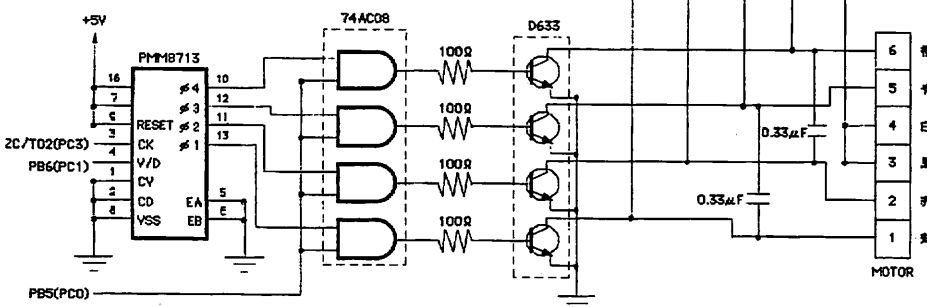
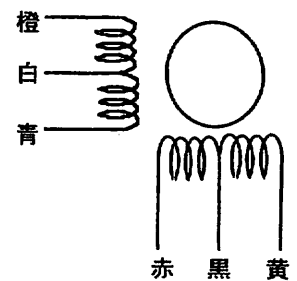

図1.ドライブ回路
図2.結線図
コントロール部の CPU には、AKI-80 (秋月電子) を使用した。この AKI-80 は、Z80 ファミリデバイスの CTC,PIO,SIO 等を装備しているのでロボットの制御に適している。また、コントロール部にプログラム通信を容易にするために、直接ステレオピンジャックと MAX 232C を搭載した。電源部は、三端子レギュレータ (7805) を用い、各回路に定電圧を供給している。CPU からのパルスを B ポートと CTC デバイスの ZC/TO2 (PC3) からドライブ回路の PMM8713 の3番ピン (CK) にパルスを入力するようにした。CK にパルスが入力されると、10 ~ 13 番ピンの4箇所から表1のように順次重なり合ってパルスが出て、AND 回路(IC 74AC08)を経てモータが回る仕組みになっている(図1、図2)。